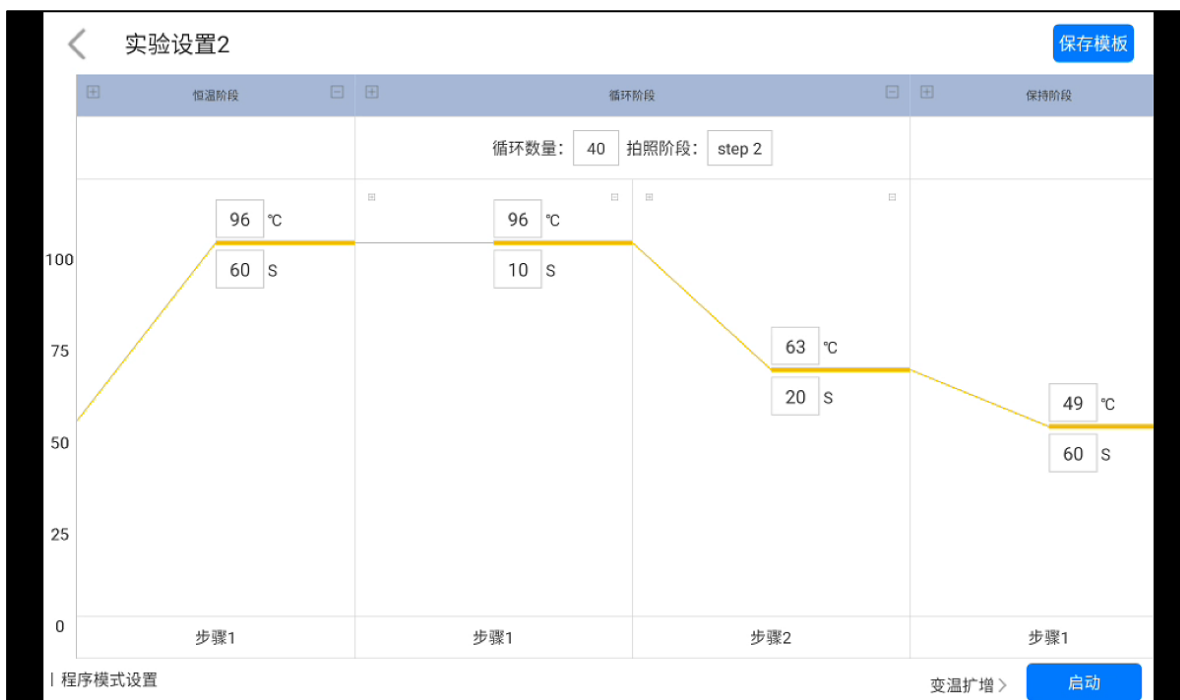

图 4-2-2 实验设置2
- 1) 在实验主页界面，点击<新建实验>（图 4-2-1），右侧面板即为实验设置1，在实验设置1（图 4-2-2）中，输入实验名称、选择对应通道、选择孔位，并输入样本信息等，点击“下一步”，进入实验设置 2。